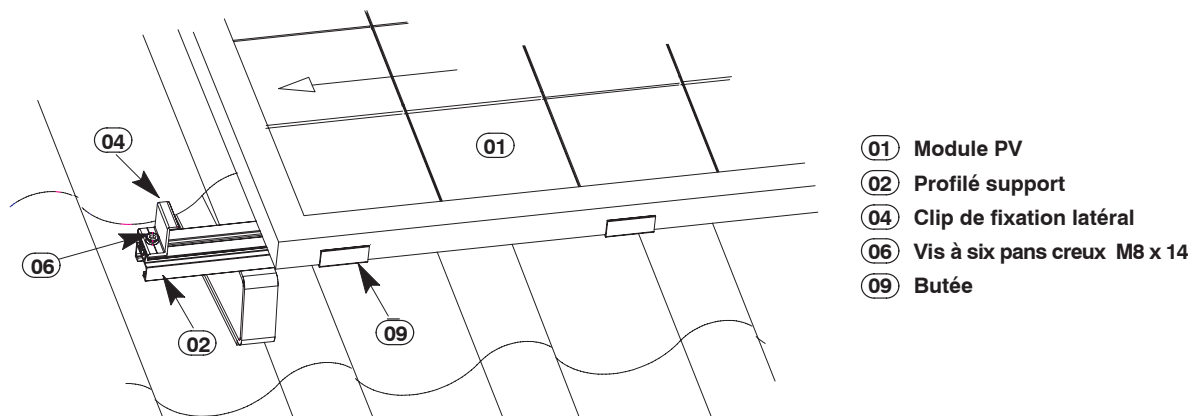

Figure 10a : Fixation du premier module PV latéral
- 2.) Poser le module PV sur les profilés support en appui contre les butées et le faire glisser contre les clips de fixation latéraux (04), comme l'indique la figure 10a.
- 3.) Vérifier si le module PV est bien placé d'équerre, puis le fixer à l'aide des vis (06).
- 5.) Poser le module PV sur les profilés support en appui contre les butées et le faire glisser contre les clips de fixation intermédiaires (05), comme l'indique la figure 10a.
- 6.) Vérifier si le module PV est bien placé d'équerre, puis le fixer à l'aide des vis (06).